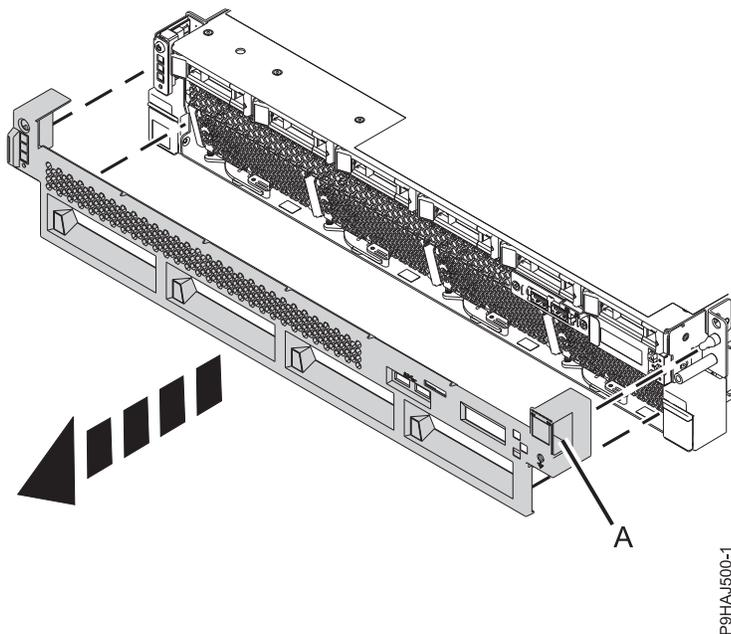

Figura 12. Extracción de las cubiertas frontales
2. Extraiga la cubierta frontal separándola del sistema. La cubierta tiene hendiduras (**A**) para poder sujetarla más fácilmente. Consulte la Figura 12 en la página 32.